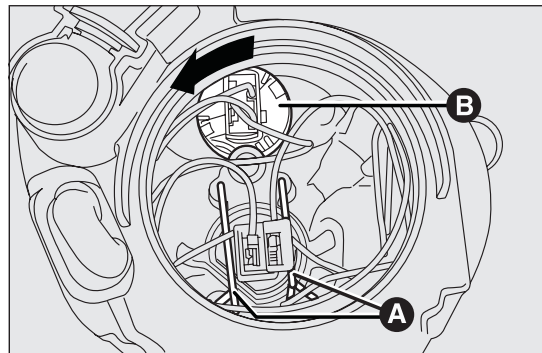

fig. 114
- sganciare le due mollette fermalampada A fig. 114;
- ruotare in senso antiorario il portalampe B fig. 114 e sfilarlo;